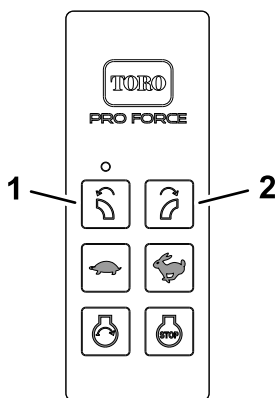

Figura 51
- Apăsai și meninei simultan butoanele de ROTIRE DUZĂ LA STÂNGA și ROTIRE DUZĂ LA DREAPTA (Figura 51).
- Apăsai și meninei butonul de ROTIRE DUZĂ LA STÂNGA (Figura 51).
- Continui să meninei butonul de ROTIRE DUZĂ LA STÂNGA (Figura 51) și rotii cheia de contact în poziția FUNCIONARE.
- Eliberai butonul de ROTIRE DUZĂ LA STÂNGA (Figura 51) și rotii cheia de contact în poziția OPRIT.